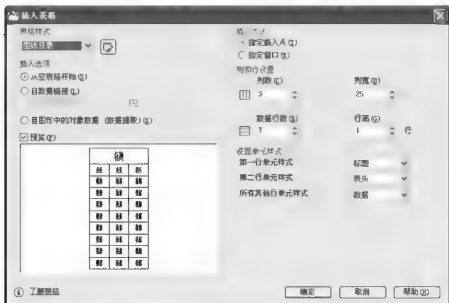

图 3.117 【插入表格】对话框
(1) 选择菜单栏中的【绘图】|【表格】命令或单击【绘图】工具栏上的【表格】图标，打开【插入表格】对话框，其中的参数设置如图 3.117 所示。